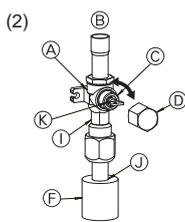

Fig. 4-7
- Gaszijde van afsluitkraan (Fig. 4-7)